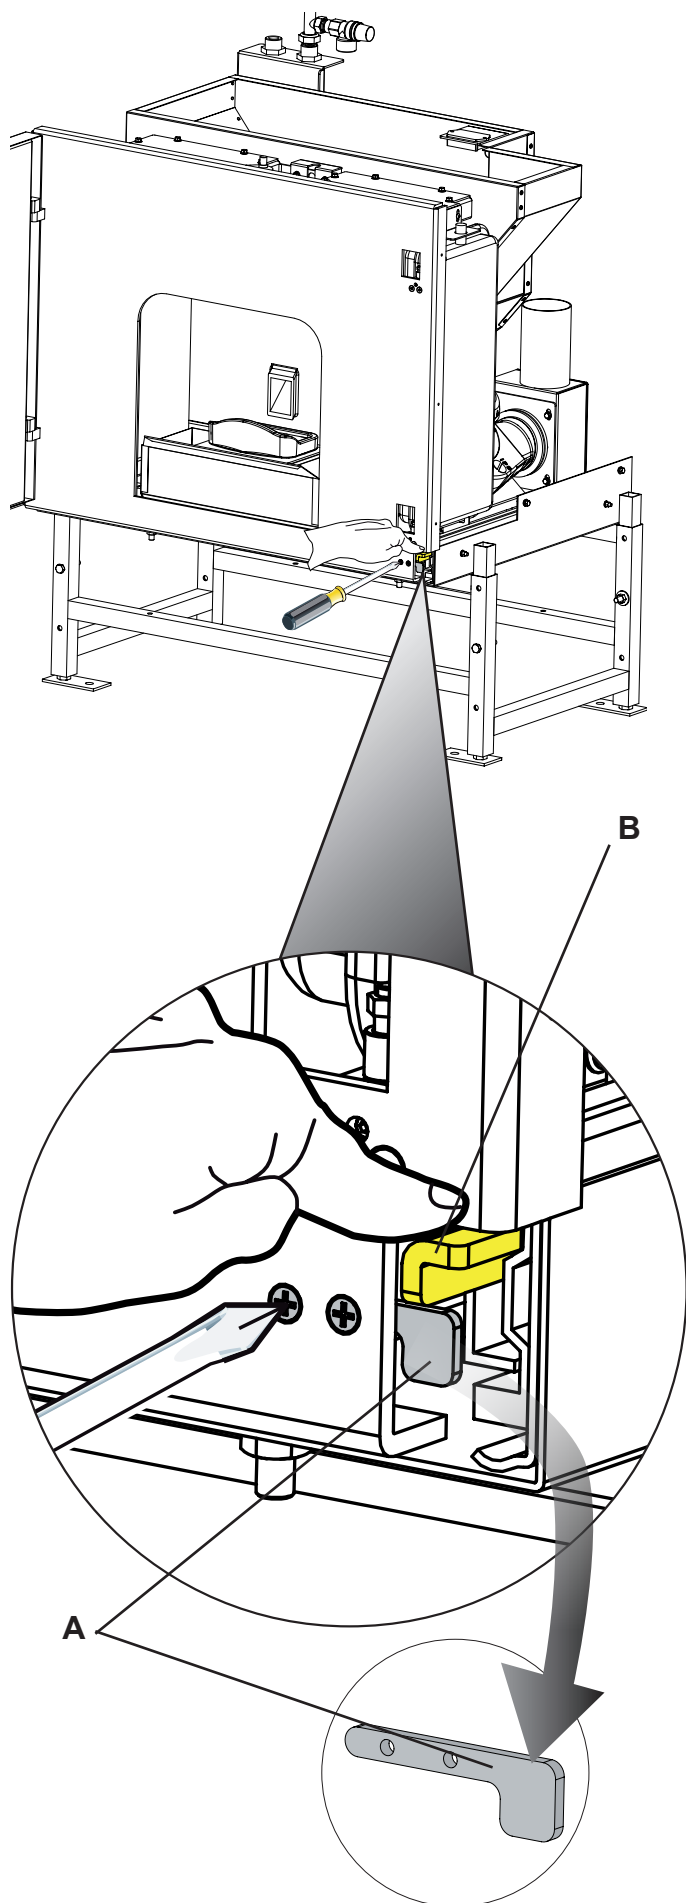

Fig. 6.3
Pour extraire le poêle, procéder comme suit (Fig. 6.3) :
2. démonter l'entretoise de sécurité (A - fig. 6.3) en dévissant les deux vis de fixation
3. baisser le levier pour laisser glisser (B - fig. 6.3)
- Baisser le levier pour laisser glisser (B - fig. 6.3)
- Démontez l'entretoise de sécurité (A - fig. 6.3) en dévissant les deux vis de fixation
- Replacer la barre de sécurité en la fixant à l'aide de deux vis (A - fig. 6.3)